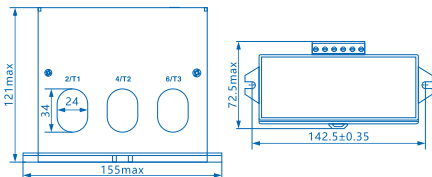

图3 NJBK1-400外形及安装尺寸
4.2 NJBK1-400外形及安装尺寸：见图3；产品重量约为0.64kg。